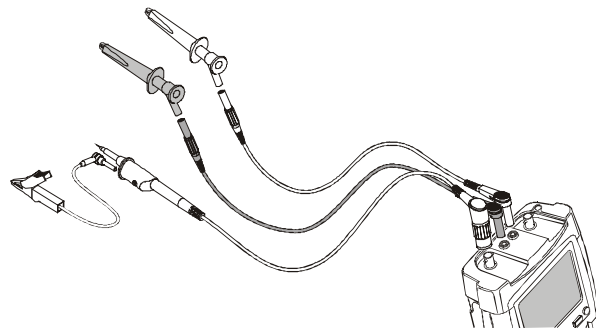

Figure 29. Déclenchement externe
- 1 Fournissez un signal aux entrées rouge **et** noire pour douilles bananes de 4 mm. (Voir figure 29.)